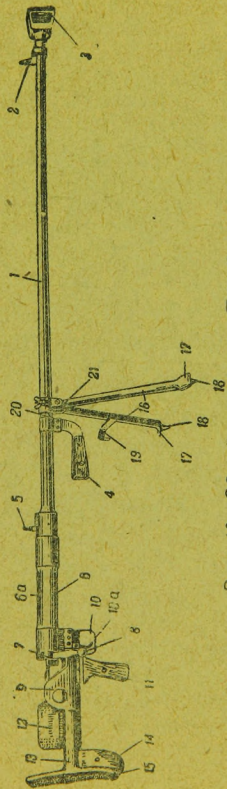

Рис. 10. Общий вид ружья ПТР] справа:
1. В однозарядном противотанковом ружье (рис. 10) отдача выстрела использована для отпираания затвора и выбрасывания гильзы.